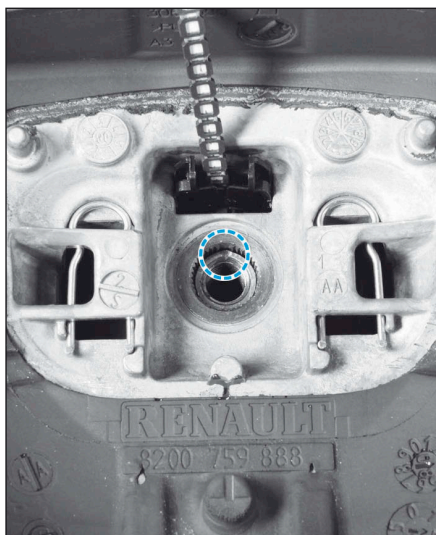

FIG.2
- Aligner l'index du volant (deux dents manquantes) avec le repère de la colonne de direction (Fig.2).